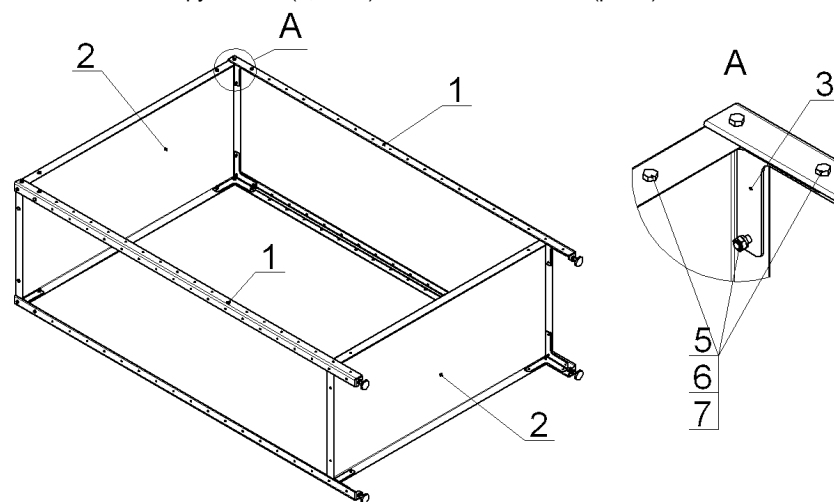

Рис.2
4. Закрепить на верхней и нижней полках 2 две стойки 1, при помощи угольников 3, болтов, гаек и шайб пружинных (5, 6 и 7). Гайки не затягивать (рис.2).